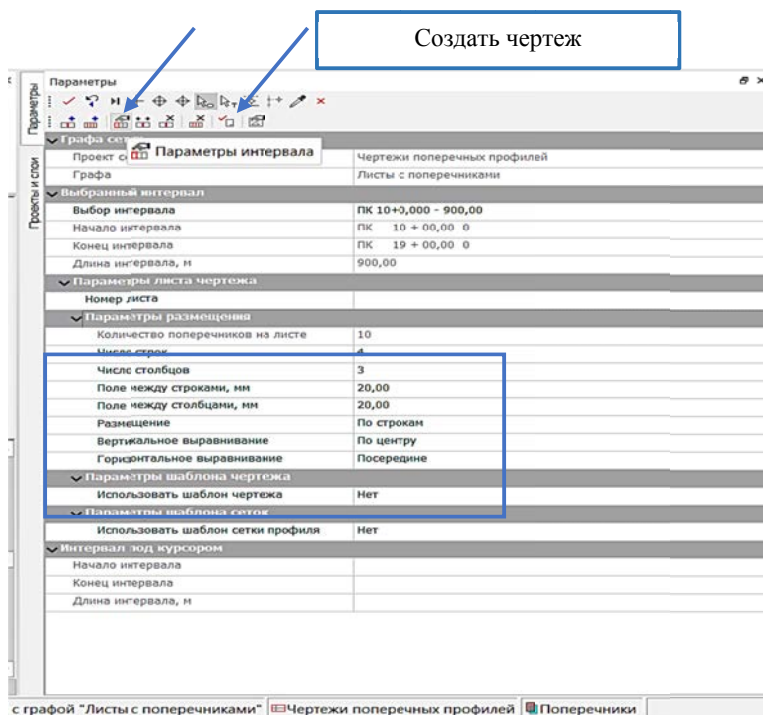

Рис. 6.32. Параметры размещения поперечных профилей при переходе в **Чертежную модель**
5. Далее команда **СОЗДАТЬ ЧЕРТЕЖ** с настройками по умолчанию, затем примените настройки (рис. 6.32).